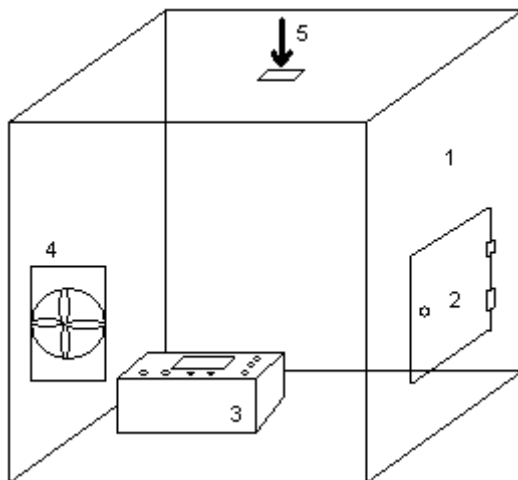

Рис. 3. Схема газовой камеры КГ-100 для проверки переносных ГС «Комета» серии ИГС-98.
3.4.2. Для этого собирают установку, изображенную на рис. 3. Прибор помещается полностью в камеру через герметичный люк. В камере из прозрачного материала находится вентилятор для перемешивания воздуха, ввод для микродозатора жидкой пробы вещества и две герметичные рукавицы для работы с прибором в камере при настройке.
Плата «СО – СL – NH₃» - для одного 3-электродного и двух 2-электродных электрохимических сенсоров. Принципиальная схема – рис. 3, расположение элементов – рис. 3а.
2.8. Контакты 5-штырькового выходного разъема для платы «СО – СL – NH₃» (рис. 3а) с 5 по 8 могут быть соединены с выводом любого канала с помощью матричной схемы (R33 – R44), расположенной рядом с разъемом, контакт 9 не задействован.
На плате «CO – CL₂ – NH₃» (рис. 3а):